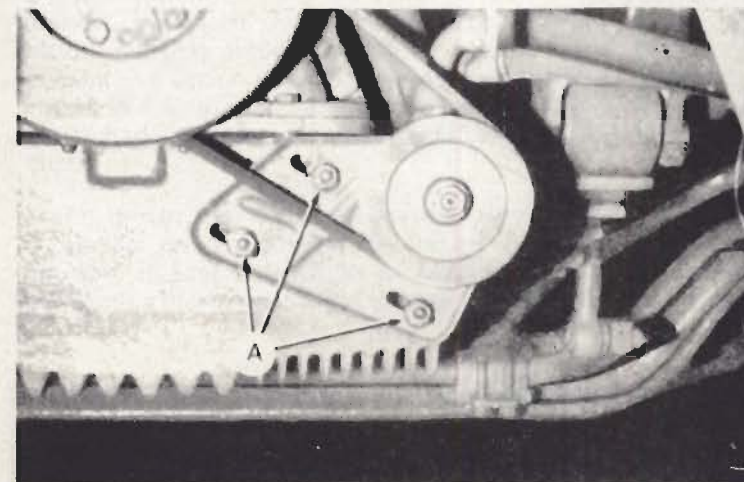

Fig. 10.5. — Tensado de la correa de accionamiento de la bomba de presión
- Aflojar las tres tuercas «A» (Fig. 10.5) de fijación del soporte del motor.